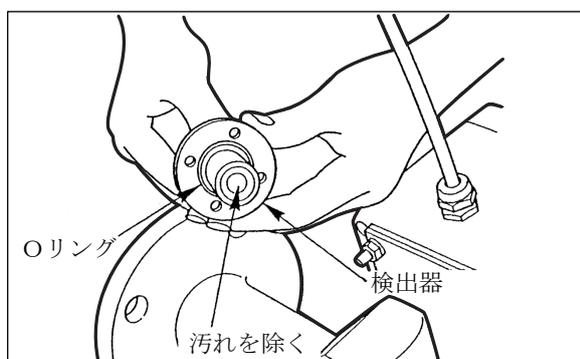

図 7-3; 汚れ確認
- (3) 検出器を点検してください。ダスト・ミストなどの汚れがある場合は、乾いたウェスや中性洗剤を染み込ませた布などで軽く拭いてください。強く擦ったり、溶剤に浸漬したり、アルコールで拭いたりしないでください。故障の原因となります。(図 7-3)
- (4) Oリングも点検してください。